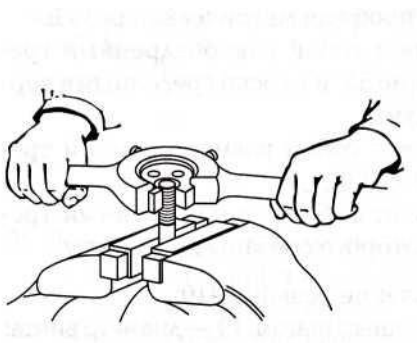

Рис.1.10
26. Укажите, какая слесарная операция представлена на рис. 1.10: